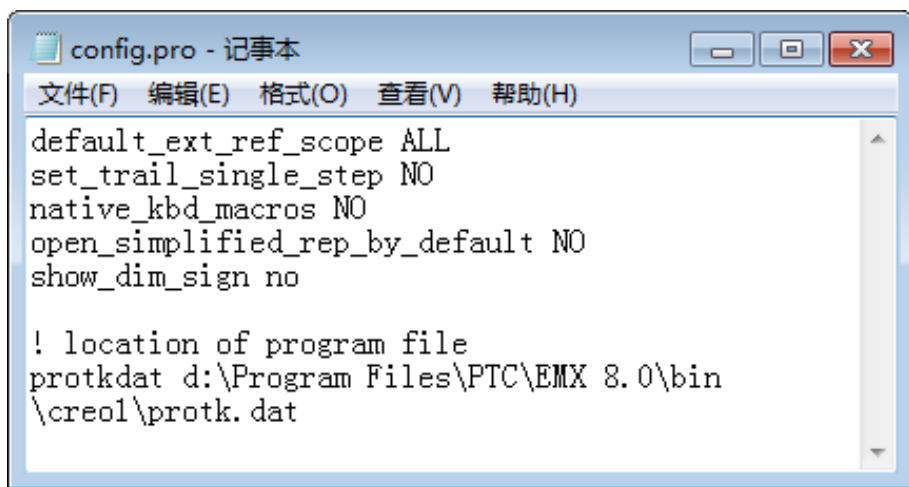

图 8 - config.pro 文件
8、启动 CREO2.0，就会看到在菜单栏增加了“EMX 常规”选项（图 8-